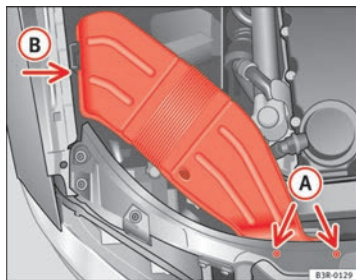

Abb. 200 Luftführungshutze an rechter Fahrzeugseite
- Drehen Sie die Schrauben **A** ⇒ Abb. 200 heraus.